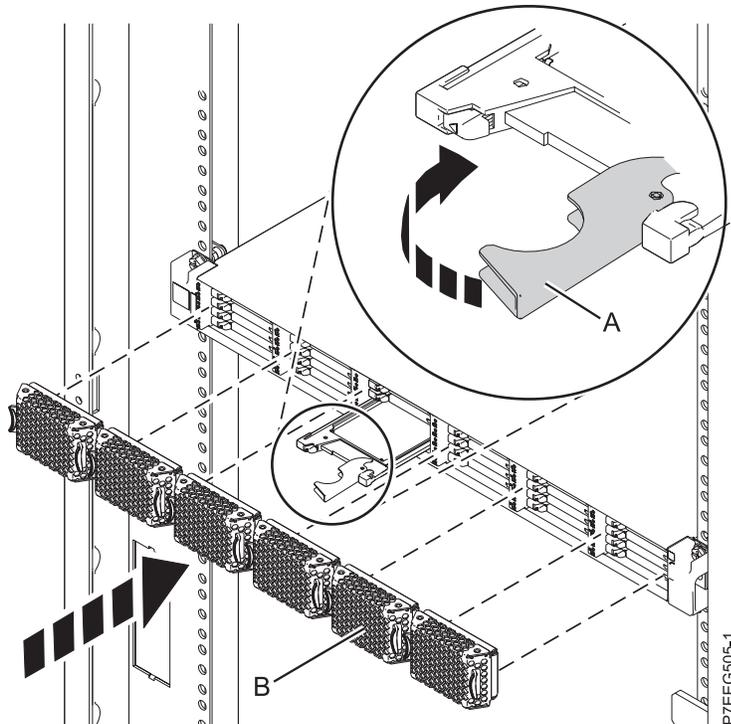

Figura 54. Sustitución de una unidad de estado sólido en Alojamiento de almacenamiento 5888 PCIe.
3. Gire el asa (A) hasta la posición de bloqueo, como se muestra en Figura 54 en la página 89.
4. Instale la placa frontal (B).